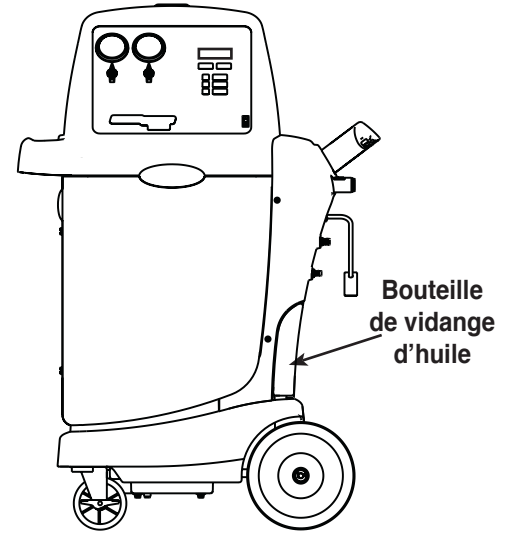

Figure 5
1. Videz la bouteille de vidange d'huile à la droite de l'unité, au besoin, ou prenez note du niveau d'huile actuel. Reportez-vous à la Figure 5.